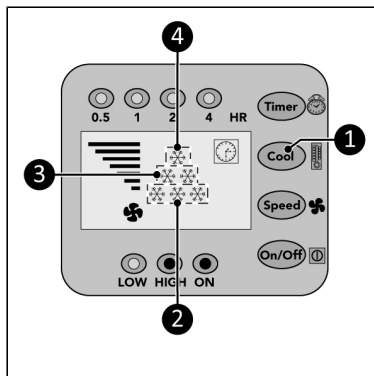

Figure 62.
1. Appuyez à plusieurs reprises sur la touche de refroidissement (Figure 62, pos. 1) pour définir la température ambiante souhaitée :
- 28 °C, l'écran affiche 1 indicateur de refroidissement (Figure 62, pos. 4).
- 25 °C, l'écran affiche 2 indicateurs de refroidissement (Figure 62, pos. 3).
- 22 °C, l'écran affiche 3 indicateurs de refroidissement (Figure 62, pos. 2).
- <22 °C, l'écran affiche 6 indicateurs de refroidissement (Figure 62, pos. 2, 3 et 4).